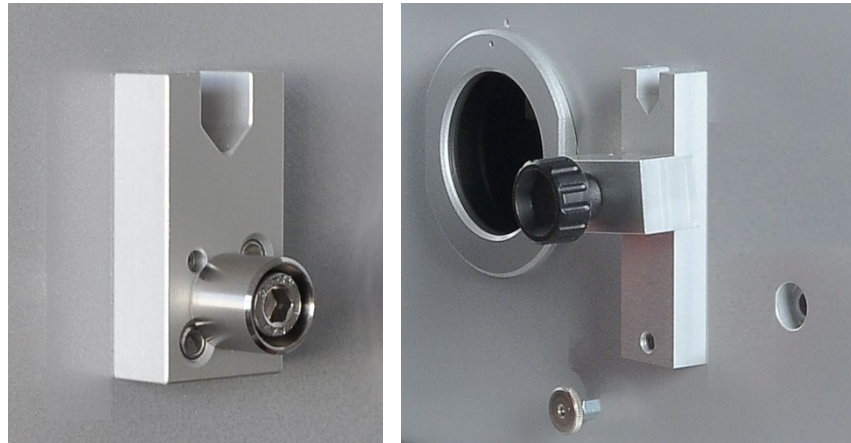

Bild 12 Aufhängebolzen und Klemmstück im Probenraum montieren
1. Im Probenraum des AAS den Aufhängebolzen (→ Bild 12) an die linke Aufhängung des AS-GF mit einem Innensechskantschlüssel (SW 4) festschrauben.